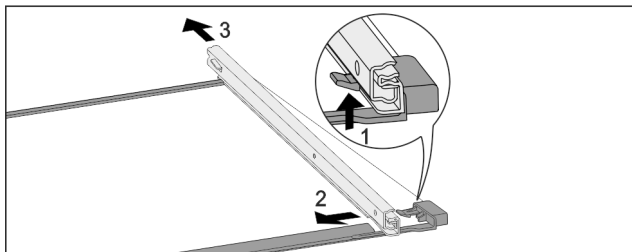

Fig. 172 Glassplate med skinner
- ▶ Trykk den fremre festespaken oppover. Fig. 172 (1)
- ▶ Skyv uttrekksskinne til side Fig. 172 (2) og skyv bakover Fig. 172 (3) og bort.